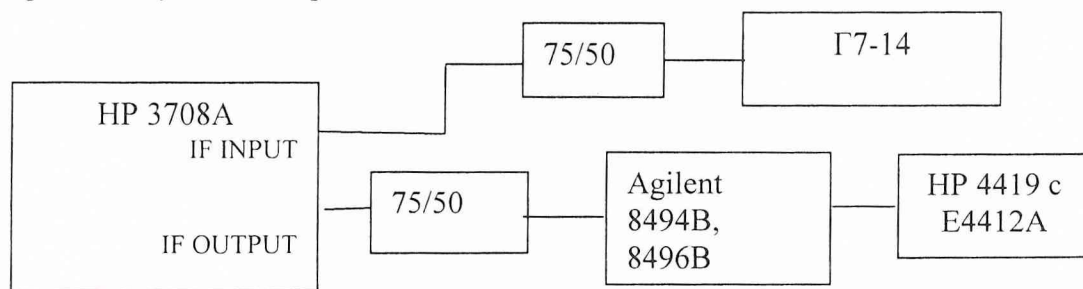

Рис. 4
20. Собрать схему согласно рис. 4.